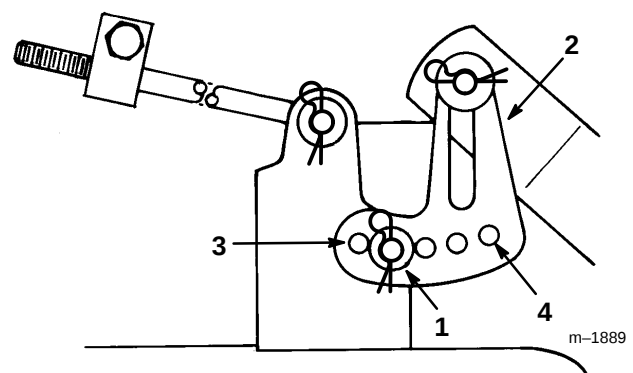

Abbildung 49
5. Haarnadelsplint und Unterlegscheibe vom Ausgleichsbügel entfernen (Abb. 49). Zum Ausgleich der Schnittmesser den Ausgleichsbügel in einem anderen Loch anbringen und Unterlegscheibe und Haarnadelsplint wieder anbringen. (Abb. 49). Durch ein vorderes Loch wird die Schnittmesserhöhe gesenkt und durch ein hinteres Loch angehoben. Diesen Vorgang an der anderen Seite wiederholen.